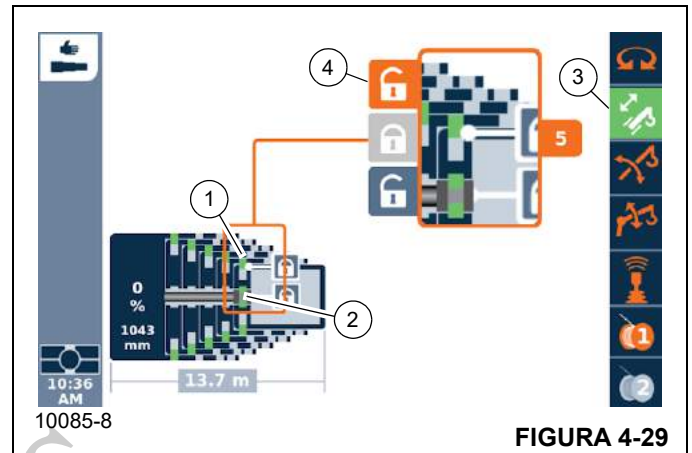

FIGURA 4-29
Função telescópica ativada — símbolo (3, Figura 4-29) verde
1. Selecione o símbolo (4, Figura 4-29).